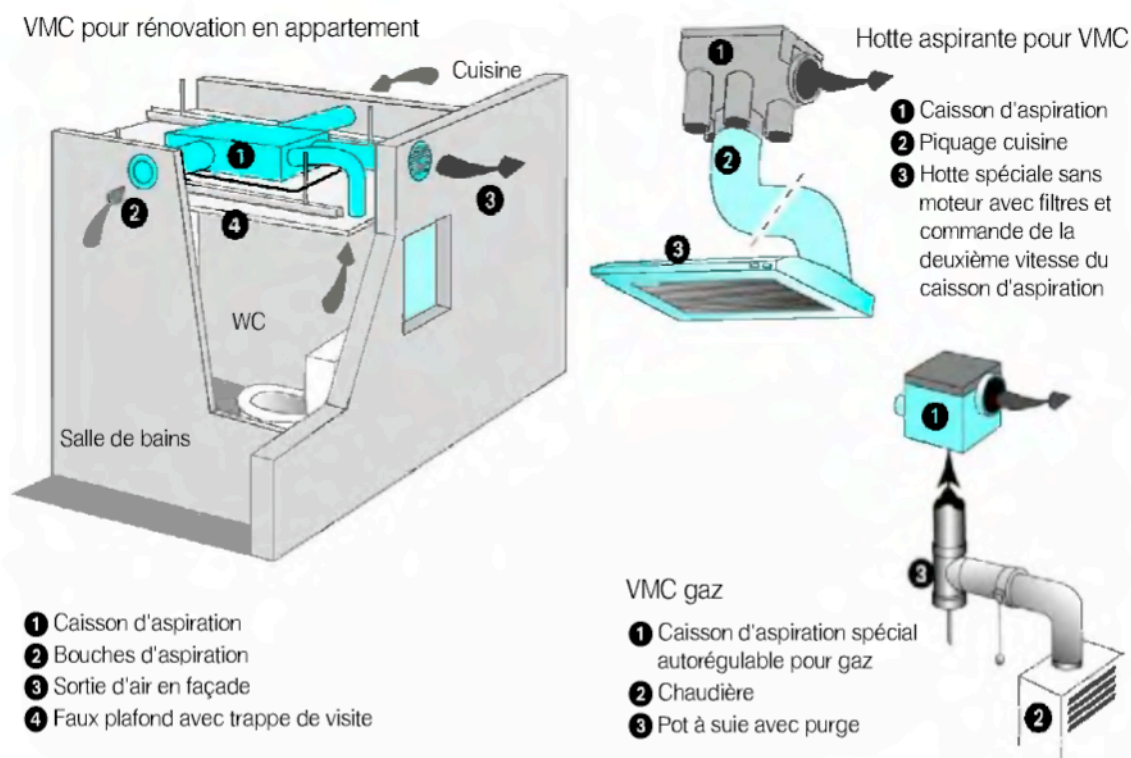

Figure 49 : Autres types de VMC
Pour un fonctionnement correct, il est nécessaire que les entrées d'air soient sensiblement égales au débit d'extraction. Pour respecter la réglementation thermique (RT), il est préférable de choisir une VMC hygro-réglable certifiée CSTBat. Certaines VMC sont prévues pour adapter sur leur sortie cuisine une hotte aspirante sans moteur et munie uniquement d'un filtre graisse. Un interrupteur sur la hotte permet de commander les vitesses du caisson de VMC (figure 49).
Sur le même principe que la VMC simple flux, la VMC gaz (figure 49) est conçue pour évacuer les produits de combustion d'une chaudière ou d'un chauffe-eau à gaz. L'installation et l'entretien de ce type de matériel nécessite l'intervention d'un spécialiste.
Il existe également des VMC simple flux compactes (figure 49) spécialement conçues pour être installées dans les appartements à rénover. Leur encombrement est réduit, ainsi que le niveau sonore en fonctionnement. Elles peuvent être installées dans un faux plafond avec trappe de visite. L'air est évacué à travers une paroi.